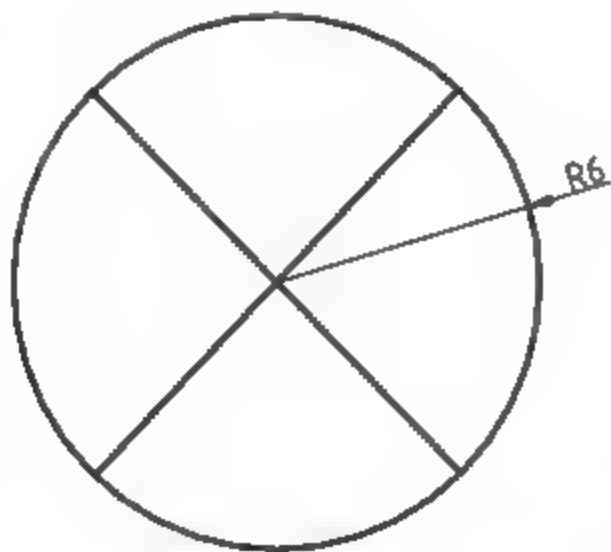

图4-163 绘制电气元件1
(1) 新建一个空白文档。调用C【圆】命令和L【直线】命令, 结合【极轴追踪】和【对象捕捉】功能, 绘制电气元件1, 如图4-163所示。